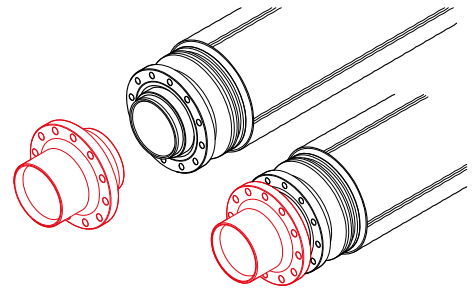

Рис. 4.6.4
4. Вставить корпус фитинга (рис. 4.6.4).